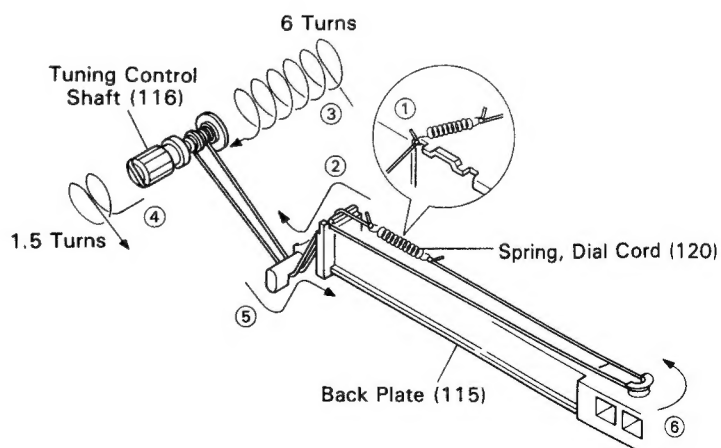

Figure 4-3
1. Hook a thread as shown in Figure 4-3.
1. Eine schnur gemäß Abb. 4-3 haken.
1. Accrocher un fil comme le montre la Figure 4-3.